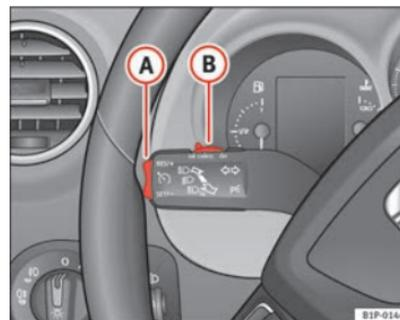

Fig. 133 Alavanca das luzes indicadoras de mudança de direcção e dos máximos: comando e botão basculante para o regulador de velocidade
- Premir a parte superior do botão basculante **RES/+** ⇒ Fig. 133 **A** para aumentar a velocidade. Enquanto o botão basculante estiver a ser premido, o veículo é acelerado. Soltando o botão basculante, fica memorizada a nova velocidade.
Se se reduzir a velocidade com o pedal do travão, desliga-se o regulador de velocidade. Se pretende voltar a activar o regulador, basta que prima uma vez a parte superior do botão basculante RES/+ → Fig. 133 (A).